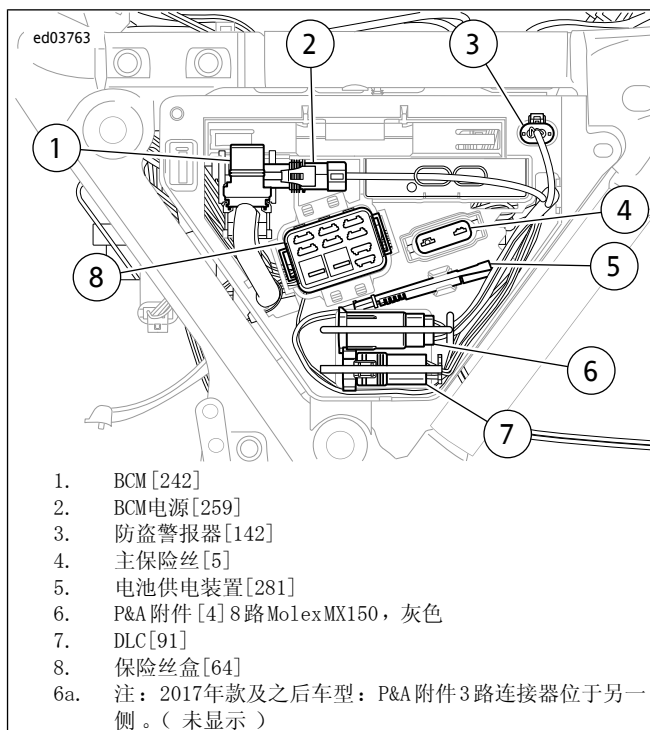

图4。2014-2016：左侧盖
如果另一个附件已经在使用附件电路连接器，请参阅图4，然后需要使用“Y”适配器线束。
3. 参见图4。确定并从附件电路连接器（6）上拆下插头。